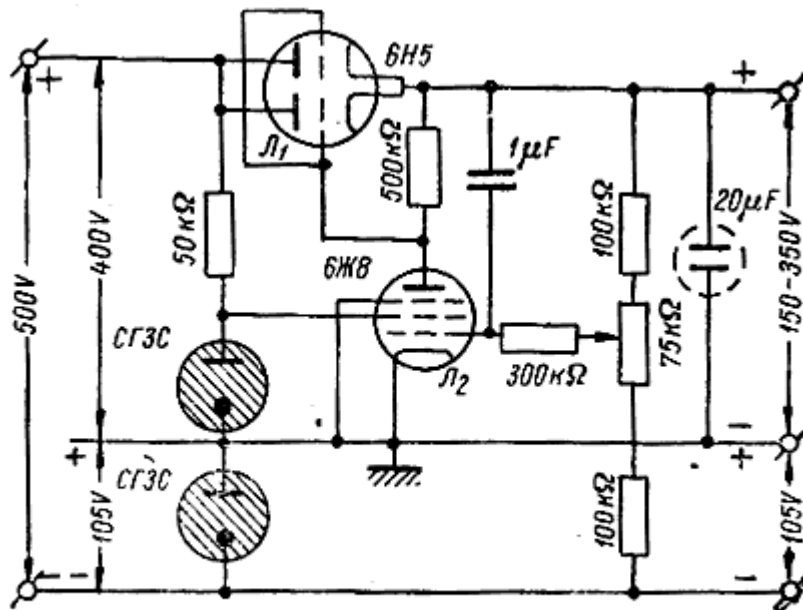

Рис. 6.41. Практическая схема стабилизатора последовательного типа с управлением со стороны выхода.
1.4. Схема на рис. 6.41 исключает влияние внутреннего сопротивления стабилитрона на выходное напряжение (неизбежное при включении стабилитрона в катодную цепь). Катод усилительного пентода заземлен. В этой схеме локальная ООС внутри усилителя минимальна, а ООС общей петли регулирования - максимальна. При введении управления по входу коэффициент стабилизации - несколько сотен, выходное сопротивление - единицы Ом.